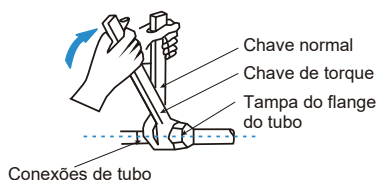

Figura 24
- Use duas chaves quando instalar ou desmontar a tubulação, uma chave comum e uma chave de torque. Consulte a Figura 24.